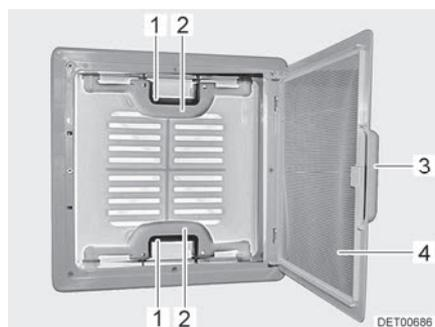

Fig. 19 Oblò a scatto
- Tirare la maniglia (Fig. 19,3).
- Ribaltare la protezione contro gli insetti (Fig. 19,4) verso il basso.
- Premere la chiusura a scatto (Fig. 19,1) verso l'interno dell'oblò. Premere contemporaneamente verso l'alto l'oblò con la maniglia (Fig. 19,2).
- Spingere la protezione contro gli insetti (Fig. 19,4) verso l'alto finché non si innesta.
- Tirare con forza verso il basso le due maniglie (Fig. 19,2) dell'oblò, fino a quando non scattano entrambe le chiusure (Fig. 19,1).